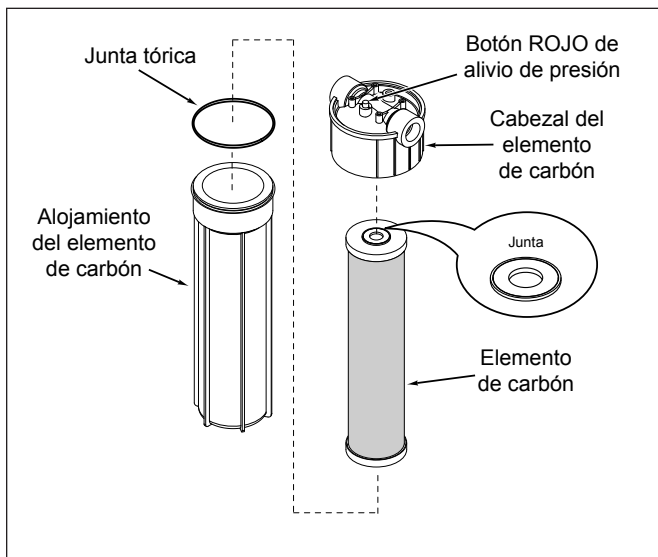

Figura 9. Elemento de carbón
4. Retirada del alojamiento del elemento de carbón (Figura 9).
6. Inspeccione la junta tórica en el alojamiento del elemento de carbón (Figura 9). Reemplace la junta tórica si está agrietada, torcida o si falta.